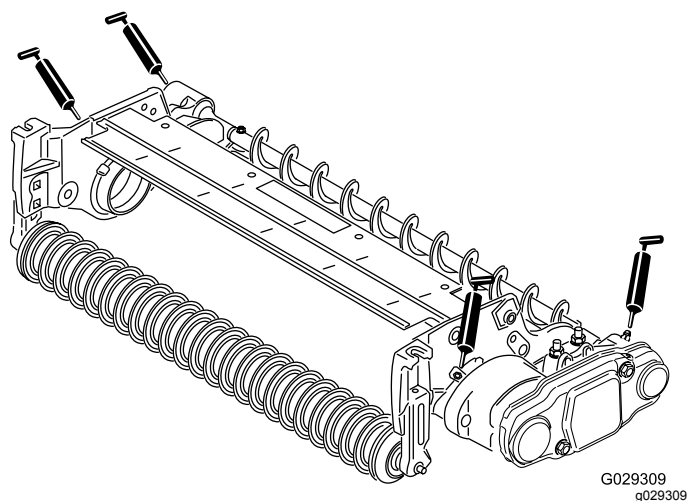

Figura 19
26. Lubrifique os bocais de lubrificação em cada caixa de rolamentos da escova do cilindro e no resto da unidade de corte com massa lubrificante nº 2 para utilizações gerais, à base de lítio (Figura 19).